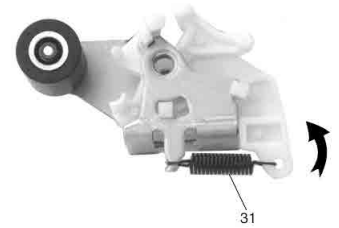

Fig. 17
- Feder (Pos. 31, Fig. 17) aushängen, Kunststoffhebel (Pos. 18, Fig. 16) in Pfeilrichtung drehen und abnehmen.